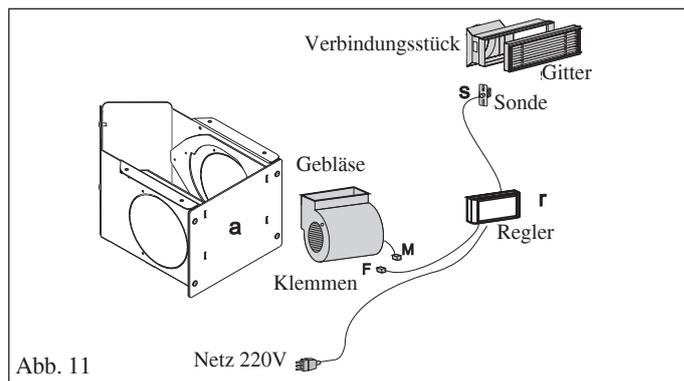
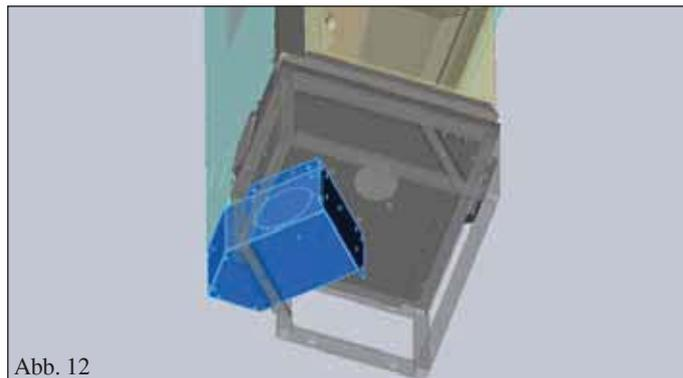

Abb. 11
Abb. 12
- Das Luftgehäuse muss unter der Kaminbasis in der Nähe der blinden Ecke positioniert und mit den 4 mitgelieferten Schrauben (Abb. 12) befestigt werden.
- Die Frontplatte abnehmen, dazu die 4 Schrauben lösen (a - Abb. 11)
- Die zwei Anschlussstellen M und F verbinden (Abb. 11), dazu das Kabel durch die rechte oder linke Öffnung an der Seite des Luftgehäuses ziehen.
- Das Versorgungskabel vom Regler (r - Abb. 11) bis zu einer Steckdose legen.
- Das Kabel mit der Sonde (s - Abb. 11) hingegen wird bis zu einem der Stützen (b - Abb. 12) am normalerweise auf der Rauchfangverkleidung sitzenden Warmluftausgang verlegt.